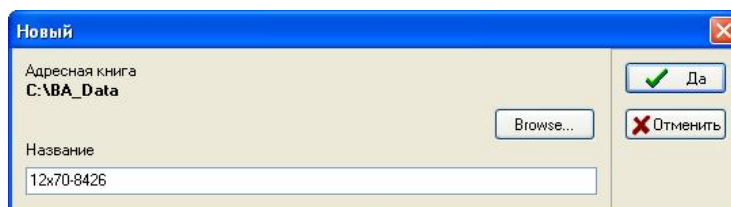

Рис.7.11 – Панель «Новый»
7.3.4.10 Запустить программу «ВА Control». В панели «ВА Control» выбрать «Файл > Новый», а в панели «Новый», смотри рисунок 7.11. Задать название файла для измерения. Рекомендуемое название файла: калибр – номер ствола, например 12_70-8426. Программа «ВА Control» автоматически дополнит дату перед названием файла для получения окончательного названия: ГОД-МЕСЯЦ-ДЕНЬ, _калибр-номер ствола.
7.3.6.5 Запустить программное обеспечение «ВА Control.exe» В панели «ВА Control» выбрать «Файл > Новый» и, в панели «Новый» задать название файла для измерения (например: Калибровка KISTLER 6215, зав. № XXXX), см. рис. 7.11.